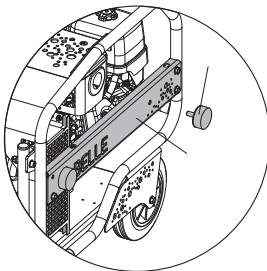

Bild 2
3. Skruva 2 x vibrationsdämpare med användning av medföljande 2 x M10 brickor och muttrar genom hålen i det nya sidoskyddet, dra åt för hand (**se bild 2**)